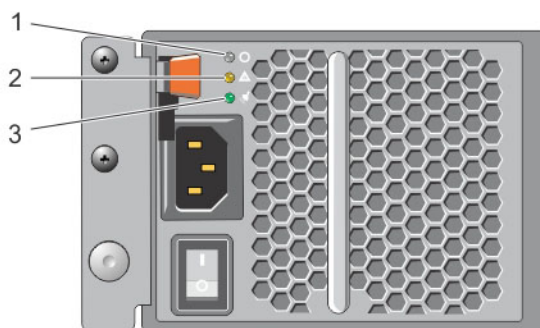

Рисунок 8. Переключатель источника питания переменного тока и индикаторы
1. Найдите переключатель питания, расположенный под разъемом электропитания. См. Рисунок 8.